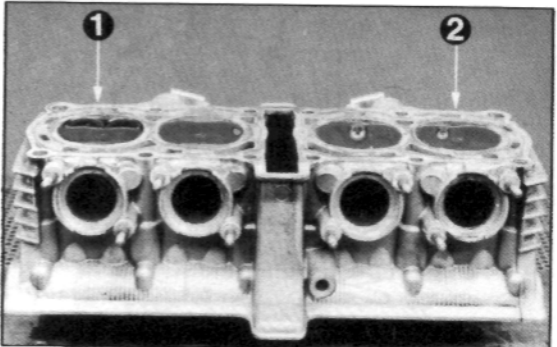

Bild 131
-  Steht ein Ventil im Verdacht, nicht einwandfrei abzudichten, bei eingebautem Ventil in den Ansaug- oder Auslasskanal Benzin giessen → am Ventil darf nichts auslaufen, siehe Bild 131.